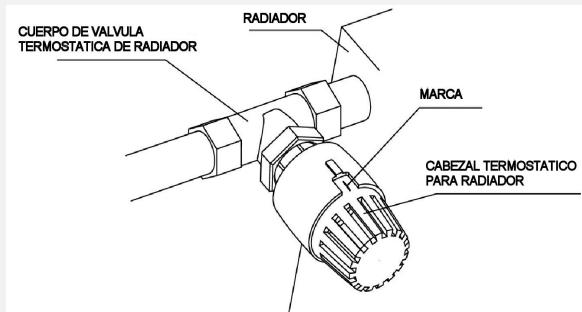

Fig. 1
- El cabezal termostático debe ser montado horizontalmente (ver Fig. 1) y a 1 m de altura para que el aire pueda pasar libremente a través de sus ranuras y pueda controlar la temperatura ambiente con precisión.
- Con el fin de instalar el cabezal termostático convenientemente, el cursor debe establecerse en la posición más alta "5". (Fig. 1).